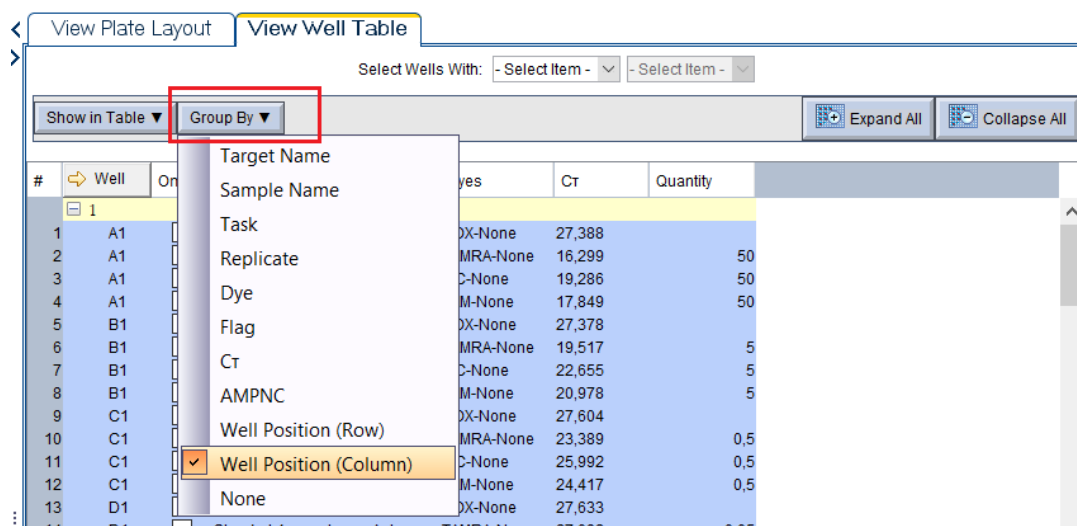

Рисунок 78
- В таблице результатов «View Well Table» выбрать пункт «Group By» и выбрать «Well Position (Column)» для расположения последовательности образцов и стандартов в таблице результатов согласно колонкам планшета (рисунок 78).